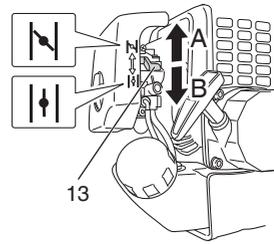

Fig. 10
- (3) Ajuste la palanca del estrangulador (13) en la posición de arranque START (cerrado) (A). (Fig. 10)
- (5) Cuando escuche el amago de arranque del motor, devuelva la palanca del estárter a la posición RUN (abierto) (B). (Fig. 10)